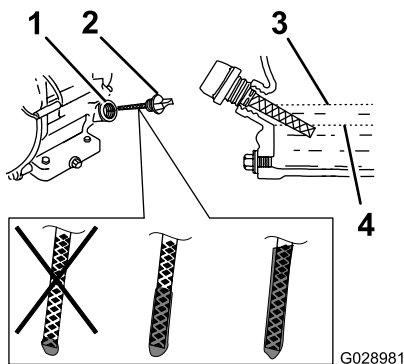

Figura 41
6. Retire la varilla (Figura 41) y vierta aceite lentamente en el orificio de llenado hasta que el nivel de aceite llegue a la marca de límite superior (borde inferior del orificio de llenado de aceite) de la varilla.